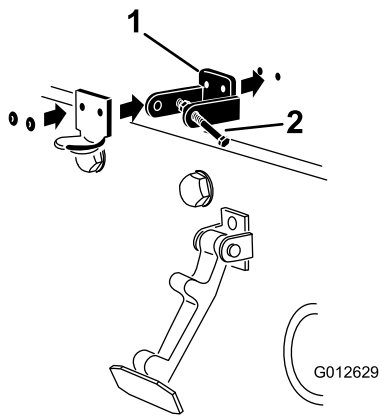

図 4
4. **図 4**に示すように、フードラッチブラケットとCEロックブラケットの穴を、フードの穴に整列させる。
注 CEロックブラケットをフードに合わせてください **図 4**。CEロックブラケットのアームについているボルトとナットは外さないでください。
6. ブラケットとワッシャをフードにリベットで固定する 図 4。